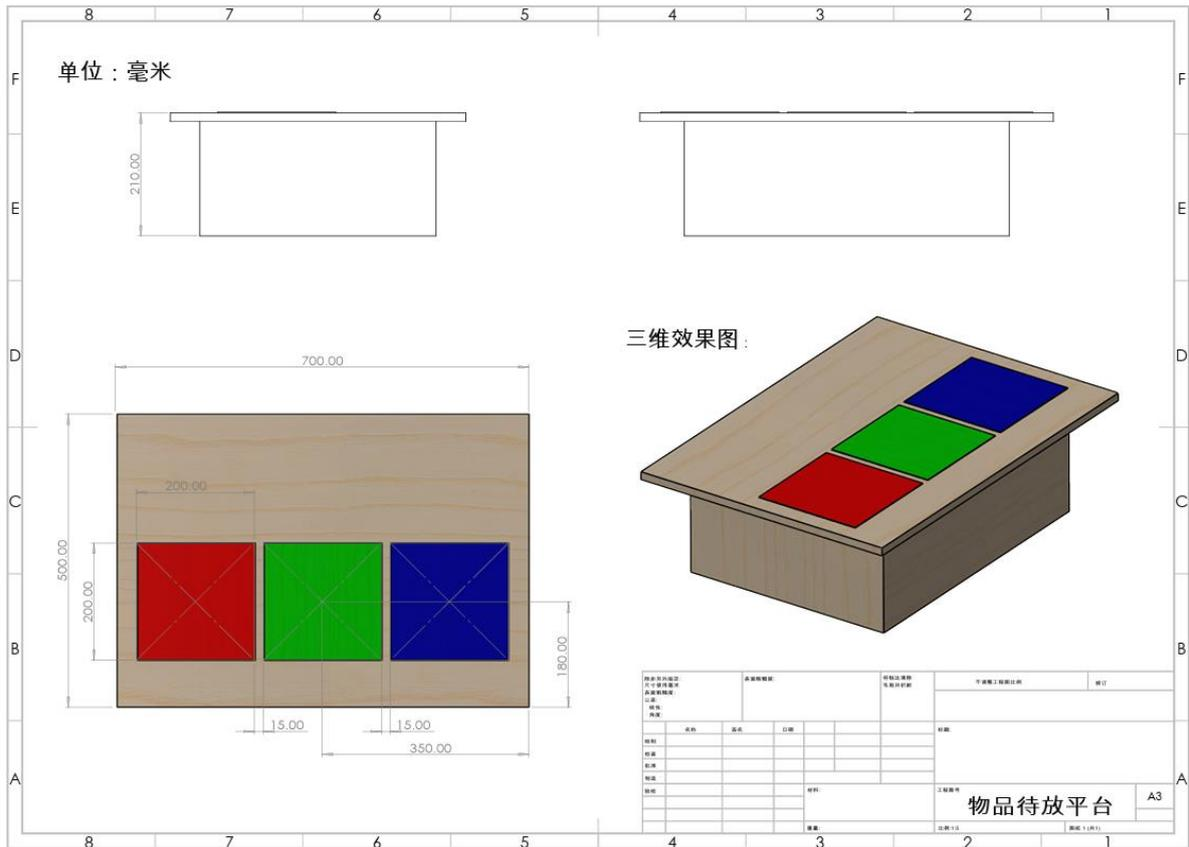

图10 物品待放平台
4. 物品的放置位置如图10所示的区域；目标桌子上面有3个颜色区域，具体位置见附图。